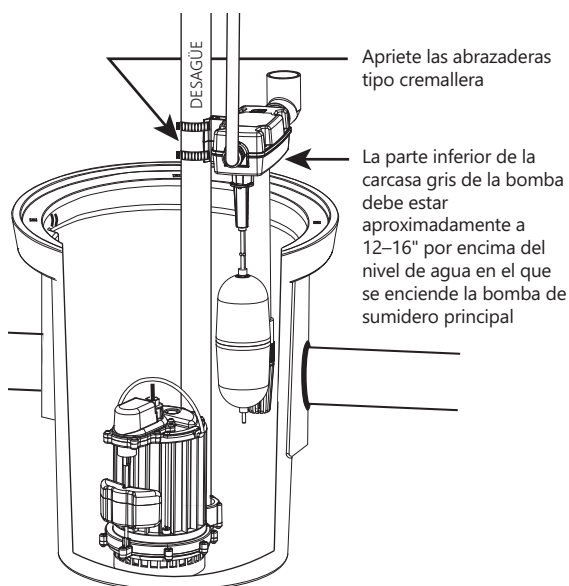

Figura 2. Colocación de SumpJet
1. Usando las abrazaderas tipo cremallera proporcionadas, monte el dispositivo SumpJet en la tubería de descarga existente. Coloque la unidad de modo que el nivel de flotación opere unas pulgadas por encima del nivel de encendido de la bomba de sumidero principal. (Consulte la Figura 2). Apriete las abrazaderas tipo cremallera en la tubería de descarga.